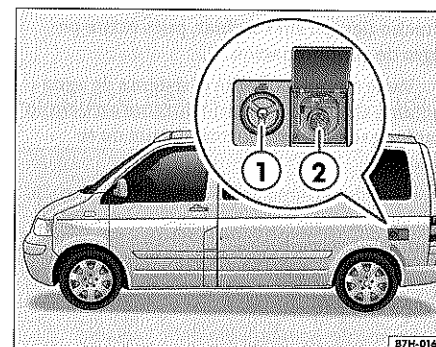
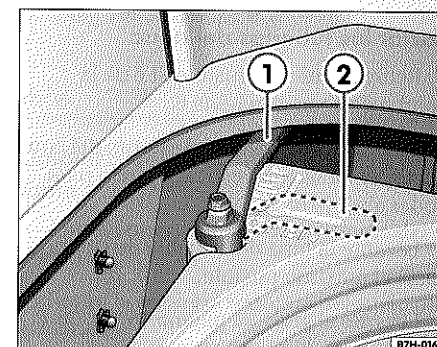

Fig. 41 Boca de llenado para agua potable ① y conector de 230 voltios ②
Fig. 42 Palanca de bloqueo del depósito de agua potable: válvula cerrada ① o abierta ②
- Antes de efectuar el llenado, hay que asegurarse de que la palanca de desagüe del depósito ⇒ fig. 42 ① esté cerrada.
- Introduzca la llave correspondiente en el tapón de la boca de carga para abrirla ⇒ fig. 41 ①.
- Coloque la palanca roja de bloqueo en la posición ⇒ fig. 42 ② para vaciar el depósito de agua ⇒ △.
- Después de vaciarlo coloque nuevamente la palanca en la posición ①.
sero del lado izquierdo del vehículo ⇒ página 55, fig. 41 ①. La palanca para vaciado del depósito se encuentra en el armario trasero izquierdo, en el maletero ⇒ página 55, fig. 42 y para acceder a ella hay que abrir el armario y extraer la tapa del compartimento inferior.
- Para mayor seguridad añada algún purificador al agua potable a través de la boca de llenado ⇒ página 55, fig. 41 ① ⇒ △.
Antes de añadir algún purificador al depósito de agua potable hay que asegurarse de que las salidas de los sistemas de agua potable ⇒ página 55, fig. 42 ① y de aguas residuales están cerradas.